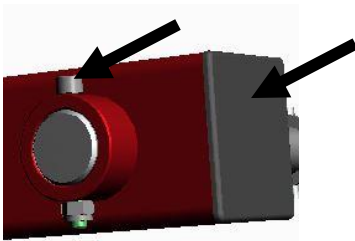

Abbildung 4
- Montieren Sie den Bolzen 45x300 in den Flanschrahmen und befestigen diesen mit einem Zylinderschrauben M10x80 und der Sicherungsmutter M10 (Abbildung 4).
- Montieren Sie den Kunststoffstopfen 100x100 am Ende des Flanschrahmens (Abbildung 4).